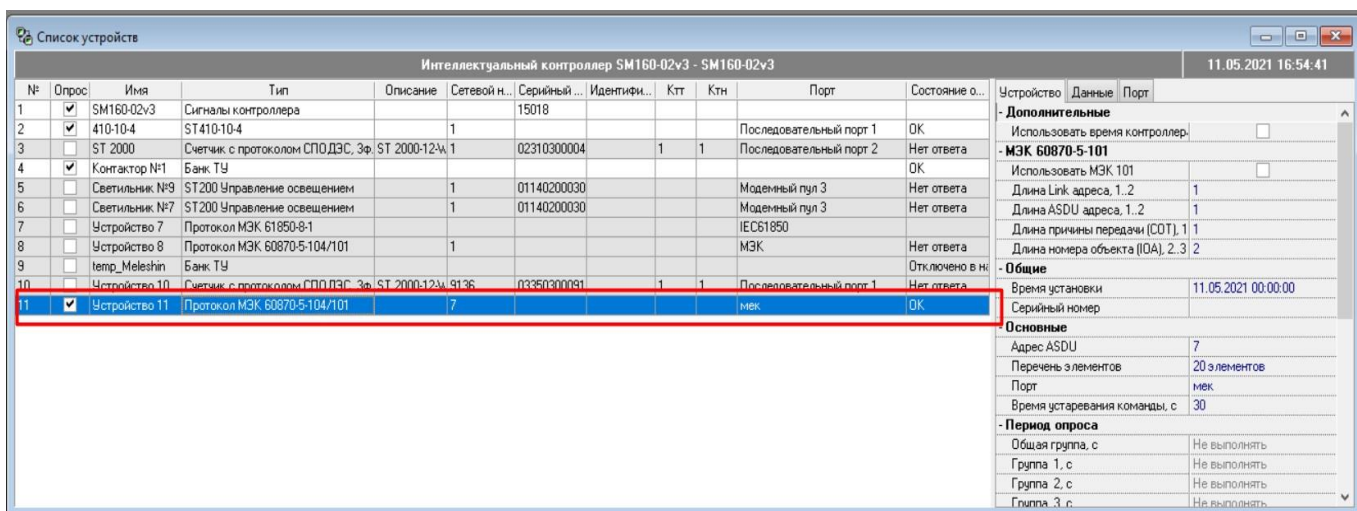

Рис. 13. Настройка порта для SM160.
4.8.2 В список устройств SM 160 необходимо добавить ST450 , при этом задать (Рис. 13):